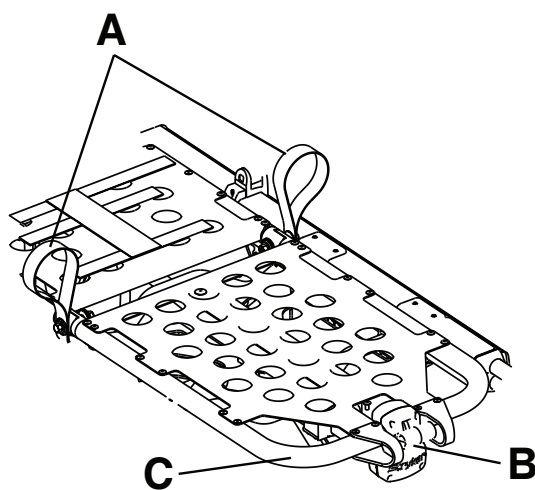

Figura 13 – Suport
1. Ridicați oricare dintre buclele de ridicare roșii (A) până când suportul pentru genunchi este în cea mai înaltă poziție (Figura 13).